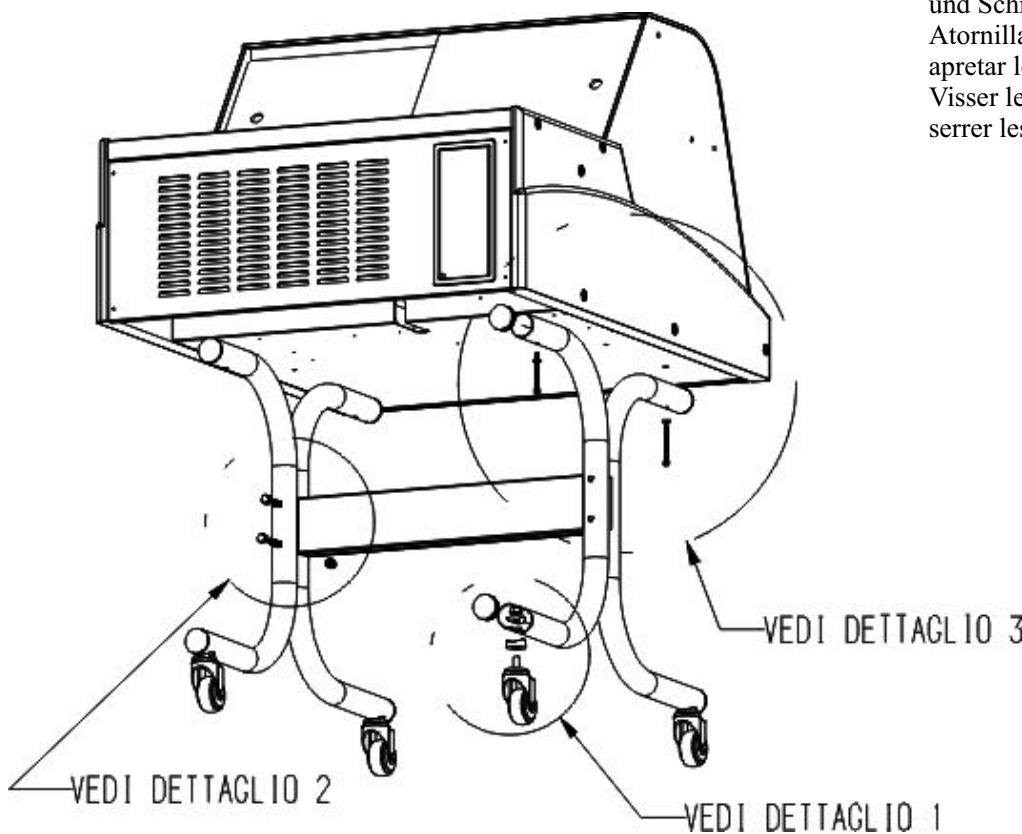

FIG. 11
L'apparecchiautra può esser dotata di un basamento con ruote per facilitarne lo spostamento. **1.** Montare le 4 ruote con i relativi anelli, nei fori sotto le 4 barre che fanno da piede. **2.** Applicare il tappo nero (A) nei fori in testata dei 4 piedi con lo smusso rivolto dalla parte del bullone. **3.** Applicare la barra trasversale alla base dei 4 piedi serrando le 4 barre filettate con i dadi ciechi. **4.** Assicurarsi che la struttura sia montata correttamente e regga sforzi verticali prima di applicarci sopra la macchina (Vedi fig. 11).
Das Gerät kann mit einer Basis mit Rädern ausgerüstet werden, welche das einfache Verstellen ermöglicht. **1.** Montieren Sie die 4 Räder mit den bezüglichen Ringen in Übereinstimmung mit den Löchern unterhalb der 4 Stangen, welche als Beine dienen. **2.** Bringen sie den schwarzen Stöpsel (A) auf den Löchern der 4 Bein-Köpfe an. Die Abfasung muss in Richtung des Bolzen ausgerichtet werden. **3.** Bringen Sie die transversale Stange an der Basis der 4 Beine an, indem Sie die 4 Stangen mit Gewinde mit den Hutmuttern anschrauben. **4.** Bevor Sie die Maschine aufsetzen, versichern Sie sich dass die Struktur korrekt montiert ist und vertikalen Lasten standhält (siehe Abb. 11).
El aparato consta de una estructura con ruedas para facilitar el desplazamiento. **1.** Montar las 4 ruedas en los agujeros debajo de las 4 barras que actúan como patas. **2.** Aplicar el tapón negro en los agujeros de la cabeza de las 4 patas con la parte redondeada hacia el perno. **3.** Aplicar la barra transversal en la base de las 4 patas apretando fuertemente las 4 tuercas con una llave. **4.** Asegurarse que la estructura esté montada correctamente y que pueda sostener esfuerzos verticales antes de poner encima el aparato (Ver fig. 11).
Deze toestel is uitgerust van wieltjes voor een makkelijke omgang. **1.** Plaats 4 wieltjes met ringen,in gaatjes onder de basisvoetjes. **2.** Zwarte dop (A) plaats je in gaatjes bij de 4 wieltjes met het kaartje gericht richting het bout. **3.** Je plaats het ijzeren staaf aan de basis van de voetjes met 4 moertjes. **4.** Controleer dus het basis element dat goed gemonteerd is vooraleer een toestel erop geplaatst wordt (zie Afb. 11).
A aparelhagem pode ser dotada de um monobloco com rodas, para facilitar a sua movimentação. **1.** Montar as 4 rodas com os relativos anéis, nos furos sob as 4 barras que funcionam como apoio. **2.** Aplicar a tampa preta (A) nos furos localizados na extremidade dos 4 pés, com a chanfradura em direção ao parafuso. **3.** Aplicar a barra transversal na base dos 4 pés, fechando as 4 barras roscadas com as porcas-tampo. **4.** Assegurar-se que a estrutura esteja corretamente montada e tolere os esforços verticais, antes de apoiar a máquina sobre ela (Ver fig. 11).
Apparaten kan vara försedd med ett understativ med hjul för att underlätta förflyttningen. **1.** Montera de 4 hjulen med tillhörande ringar i hålen under de 4 stänger som fungerar som fötter. **2.** Sätt i den svarta pluggen (A) i hålen i änden på de 4 fötterna med avfasningen vänd mot bulten. **3.** Sätt i den tvärstående stången längst ned vid de 4 fötterna och lås fast de 4 gångade stängerna med blinda muttrar. **4.** Se till att basstrukturen har monterats korrekt och att den klarar att bära upp vertikala belastningar innan maskinen placeras ovanpå (se fig. 11).
Apparatet kan udstyres med et bundstykke med hjul, som gør det nemmere at flytte det. **1.** Monter de 4 hjul med de tilhørende ringe i hulrummet under de 4 stænger, der fungerer som ben. **2.** Indsæt den sorte prop (A) i hulrummene øverst på de 4 ben med rejfningen vendt mod bolten. **3.** Sæt den tværgående stang nederst på de 4 ben og stram de 4 gevindskårne stænger fast med de blinde møtrikker. **4.** Kontroller at strukturen er monteret korrekt og at den kan holde til sidelæns træk, før maskinen anbringes på den (Se fig. 11).
Dit machine is uitgerust met wieltjes voor een makkelijke verplaatsing. **1.** Plaats 4 wieltjes met ringen in gaatjes onder de voetjes. **2.** Zwarte dop (A) plaatsen bij de 4 gaatjes met het kaartje naar het bout gericht. **3.** Plaats het ijzeren staaf aan de basis van de voetjes met 4 moeren. **4.** Het basis element nazien voor een machine erop geplaatst wordt (Zie fig. 11).